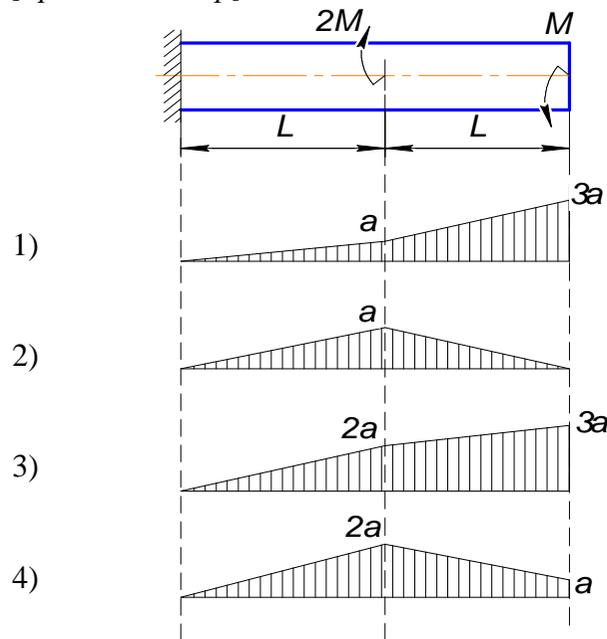

Рис.2.34
2.65. Эпюра изменения углов поворота сечений вала  $\alpha = M \cdot L / G \cdot I_p$  рис. 2.34 показана на схеме... [простой выбор]